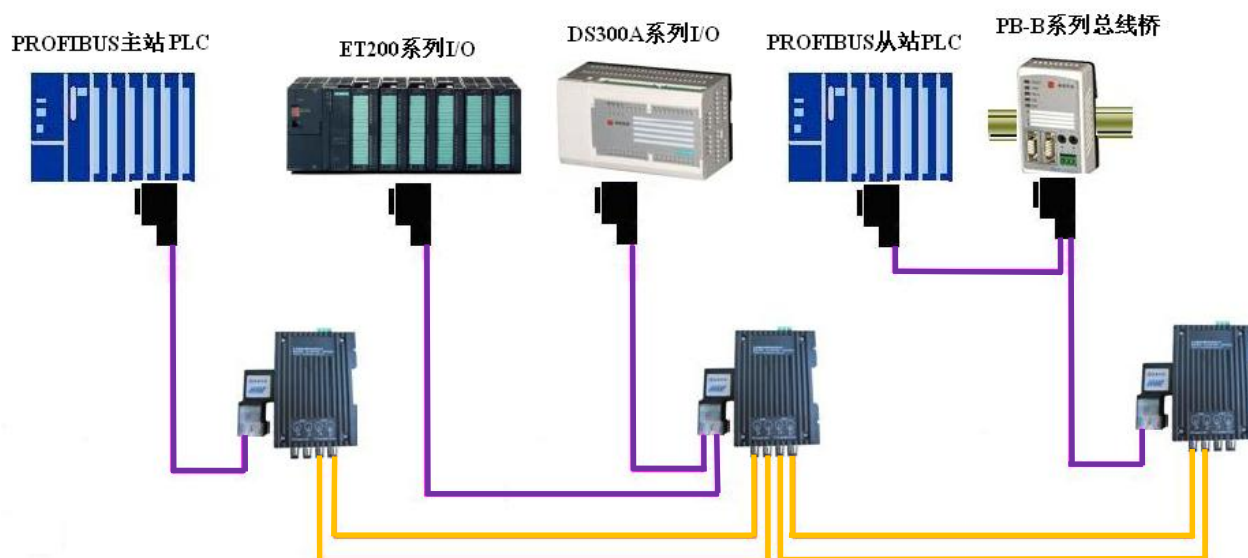

图 2-5 PB-OLM-S2/T (C) 总线型拓扑结构
如图 2-5 所示，为 PB-OLM-S2/C (T) 总线型拓扑结构，其中紫色线代表 PROFIBUS 电缆，黄色线代表光纤电缆。下面介绍一下 PROFIBUS 插头和光纤插头的安装注意事项。